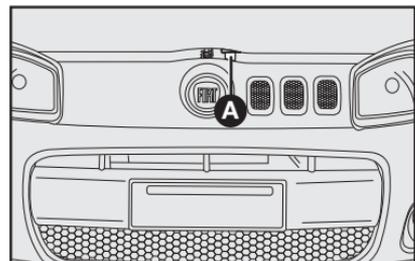

fig. 85
- 2) mover a trava localizada sob o capô para cima A-fig. 85;